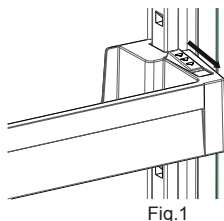

Fig.1
**For at ændre placeringen af Adapti-Lift;** hold fast i bunden af hylden og træk knapperne på siden af dørhylden i retningen af pilen (Fig.1)